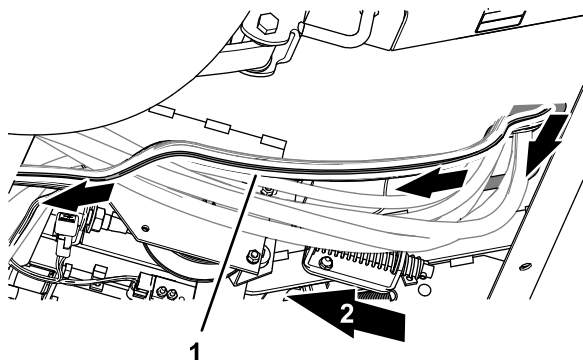

Figura 173
3. En la parte inferior de la máquina, enrute el arnés del Bus ISO-CAN junto al arnés de cables de la máquina (Figura 173).